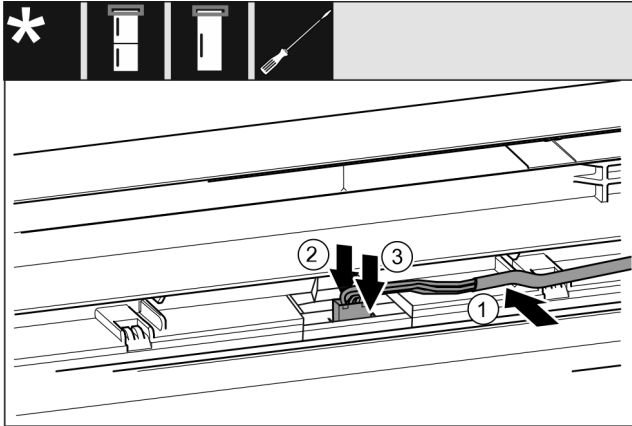

Fig. 40 Réfrigérateurs-congérateurs / congérateurs / réfrigérateurs
- Insérer le câble *Fig. 40 (1)* dans le guide de la porte supérieure.
- Pousser l'ergot *Fig. 40 (2)* vers l'arrière.
- Enclencher le connecteur *Fig. 40 (3)*.